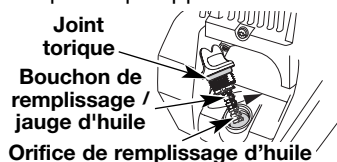

Fig. 22
6. Si le niveau est trop bas, ajoutez un peu d'huile par l'orifice et revérifiez (Fig. 22). Continuez jusqu'à ce que le niveau d'huile atteigne le haut de la jauge.
**REMARQUE:** Assurez-vous que le joint torique est mis sur le bouchon de remplissage / jauge d'huile au moment de la vérification et du changement d'huile (Fig. 22).